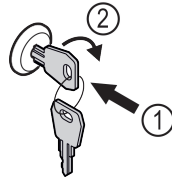

Fig. 242
- 按入钥匙。 Fig. 242 (1)
- 将钥匙顺时针转动 90°。 Fig. 242 (2)